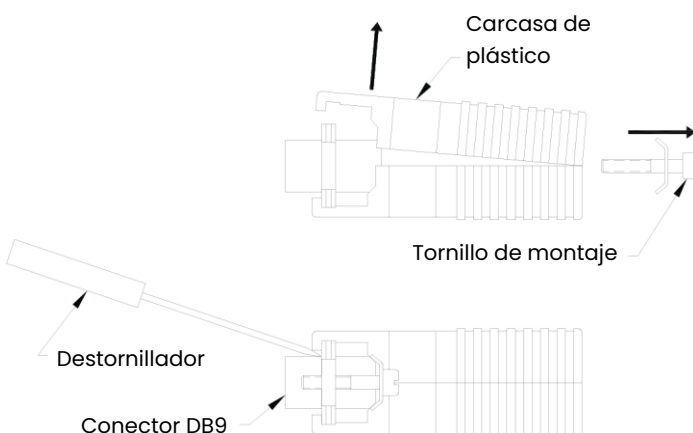

Figura 10: Abrir la carcasa del conversor
5. Utilice un destornillador pequeño para abrir la *carcasa de plástico* del conversor de la interfaz en serie, como se muestra en la figura 10.